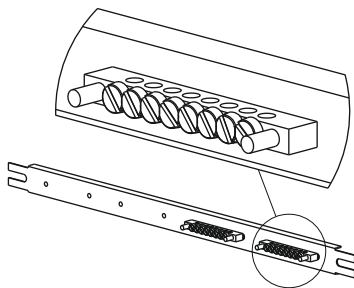

Рисунок 4
2.4 Установите на Рейке под шину "PEN", закрепив с помощью винтов М4х20 и шайб Ø4, две Шины PEN 8/2 – для ЩЭ-2, три – для ЩЭ-3, четыре – для ЩЭ-4 (рисунок 4). Винтовое соединение согласно приложению Б.